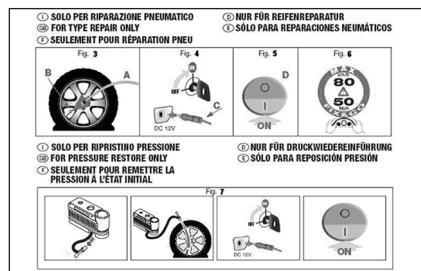

fig. 12
- ☐ dépliant d'information **fig. 12**, à utiliser pour un usage correct du kit de réparation rapide et à livrer ensuite au personnel qui devra manier le pneu traité avec le kit de réparation des pneus;